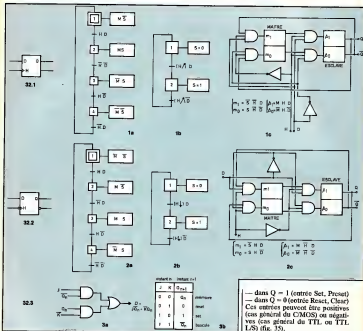

Figure 32.
bascules. Le fonctionnement peut alors être décrit par les grafcets de la figure 32; 1b et 2b; fonctionnement global vu de l'extérieur avec réceptivités dynamiques; 1a et 2a; fonctionnement décomposé au niveau Maître (M) et Esclave (S) et avec des réceptivités statiques (deux fois H), de suite, implique un retour de H à 0.
- des bascules Maître (M) et Esclave (S) sachant que ces bascules sont du type RS asynchrone. Ces équations et les logigrammes correspondant sont donnés figure 32 (1c et 2c). En